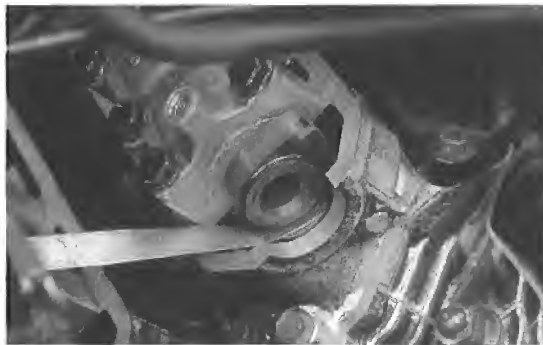

Bild 22
● Steuerketten­spanner ausbauen (zuerst Ver­schluss­schraube ②, dann Schrauben ① Bild 22 ausdrehen).
● Spannergehäuse mit neuer Dichtung am Zylinderblock anbringen (UP-Markierung weist nach oben; Schrauben ① Bild 22 10 Nm).
● Beide Federn einsetzen und Verschlusschraube ① Bild 22 mit so gut wie neuer Dichtscheibe eindrehen (20 Nm).
● Nockenwellen-Lagerdeckel «E-3» und «I-3» sowie obere Kettenführung ① Bild 22 anbringen (10 Nm). Starre Steuerketten-Führungsschiene einschieben.